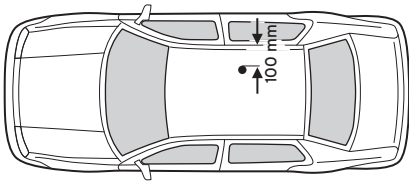

Fig. 1
- Die Antenne ist so anzubringen, dass max. 100 mm Kabel zwischen Antenne und Türdichtung straff verlegt sind (siehe Fig. 1). Hierbei darf das Kabel nicht verdreht, geknickt oder über scharfe Kanten gezogen werden!
- Antenna is to be mounted in a way that a max. cable length of 100 mm between antenna and door seal is tight (see Fig. 1). Cable shall not be twisted, bended or pulled across sharp edges!
- Mettre l'antenne de manière que les max. 100 mm du câble entre l'antenne et le joint de la porte soient tendus (voir Fig. 1). Le câble ne doit être tordu, ni plié ou passé par un bord aiguisé!